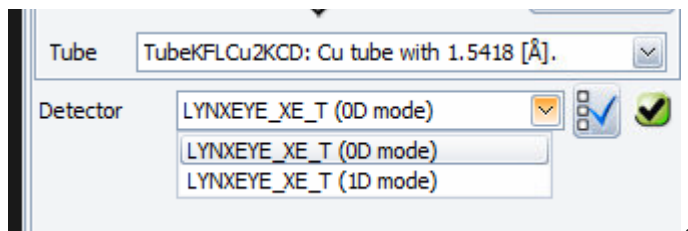
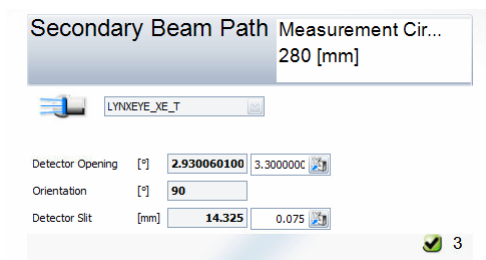

图 13-4
图 13-5
13.5 探测器的模式要改成零维（图 13-4）。如果没有配备自动吸收片，需要将探测器卸下，将探测方向旋转 90 度，然后重新安装上，这时，达芬奇界面会显示探测器方向旋转 90 度（图 13-5）。